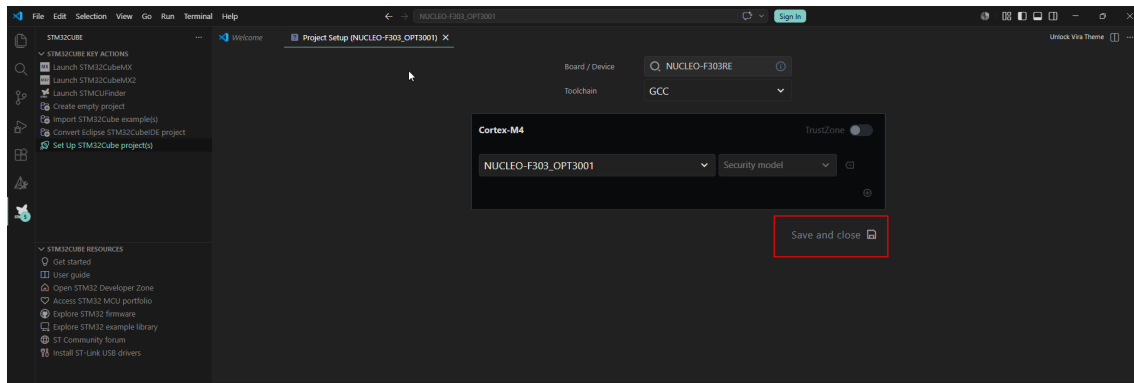

Figura 10: Guardar la configuración final en la ventana de Project Setup.
21. Para finalizar y almacenar esta configuración, haga clic en el botón **Save and Close** en el panel superior de configuración (ver figura 10).